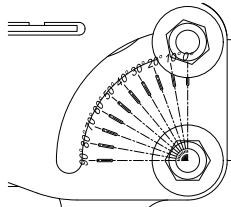

Рисунок 5 – Шкала для регулировки
5.4.4. Отрегулируйте нужный угол наклона светильника, используя шкалу для регулировки на деталях крепления (рисунок 5).
5.5.3. Закрепите светильник при помощи болтов/винтов на поверхности. С помощью поворотного кронштейна (скобы) выставите нужный угол поворота светильника (см. рисунок 5). Затяните болты.
5.6.3. Закрепите светильник при помощи болтов/винтов на поверхности. С помощью поворотного кронштейна выставите нужный угол поворота светильника (см. рисунок 5). Затяните болты.